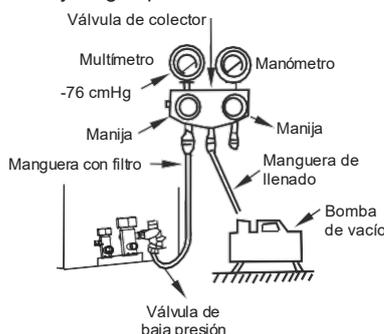

Fig. 6-4
- Utilice una bomba de vacío para expulsar el aire (Fig.6-4): (Para conocer el método de uso de la válvula del colector, consulte el manual de operación de la válvula del colector)